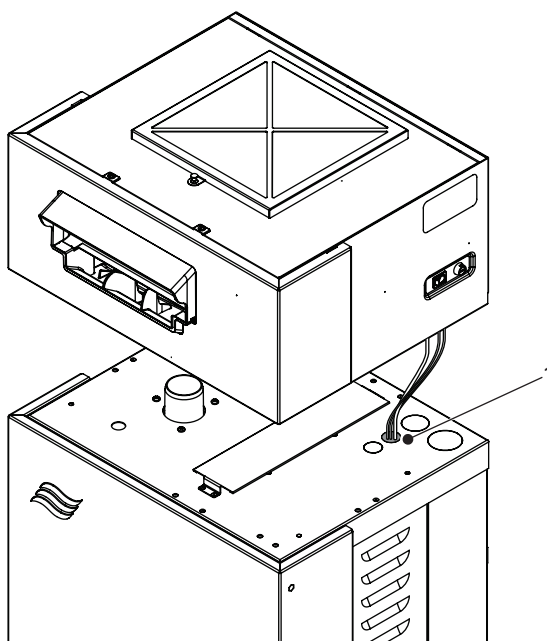

Figure 18 : Passage de câbles
- b. Installer le passe-câble (fourni) dans l'orifice poinçonné directement au-dessous de la prise de raccordement au réseau de l'unité de ventilation et passer les câbles à travers le passe-câble, comme illustré. Consulter la Figure 18.